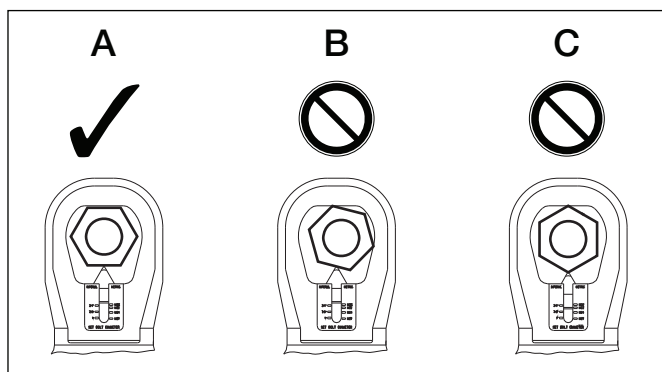

Figura 8, Posizionamento della testa di taglio
- Posizionare la testa di taglio sopra al dado, assicurandosi che la superficie piana della lama appoggi contro uno dei piani del dado. Posizionare centralmente il dado entro la testa in modo tale che la lama tagli in centro del piano del dado. Vedere la Figura 8, vista "A".